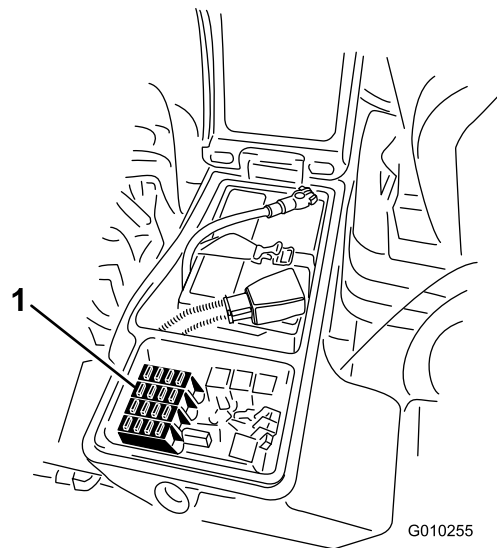
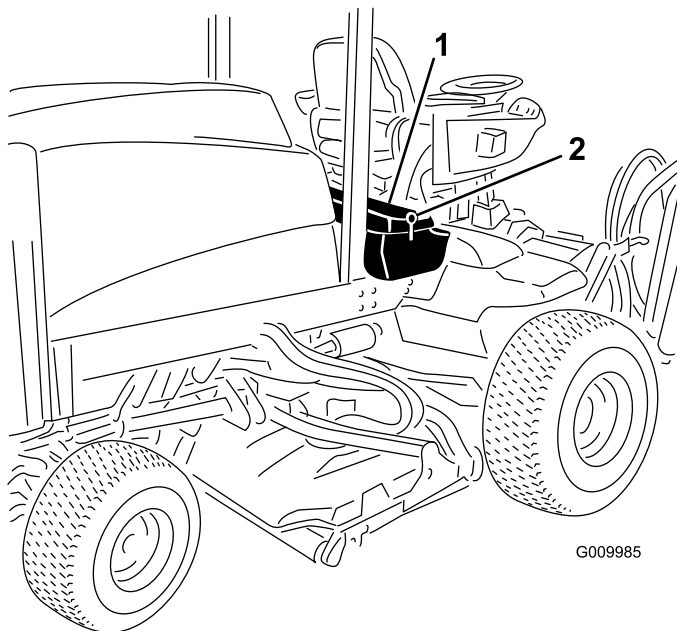

Bild 62
Bild 61
1. Lösen Sie den Riegel für die Abdeckung des rechten Ablagekastens und heben Sie die Abdeckung hoch (Bild 61).
1. Lösen Sie den Riegel für die Abdeckung des rechten Ablagekastens und heben Sie die Abdeckung (Bild 61) hoch, um an den Sicherungsblock zu gelangen (Bild 62).
2. Wechseln Sie ggf. die offenen Sicherungen aus (Bild 62).